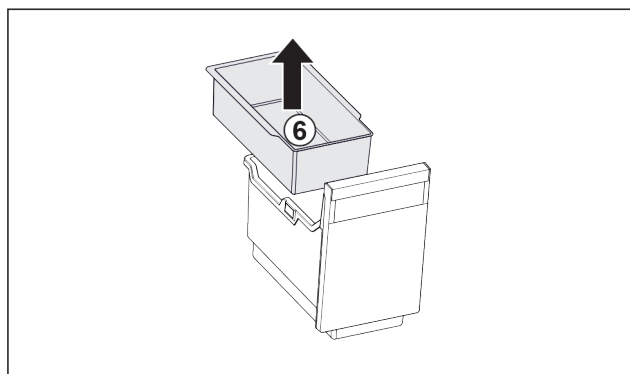

Fig. 192
- Hiqni tasin me varje Fig. 192 (6).